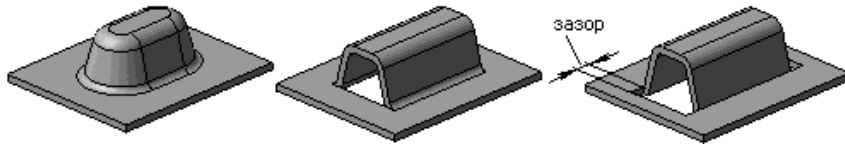

Рис. 7.94. Варианты концов буртика: закрытый, открытый и рубленый
**Конiec буртика** – это часть буртика, соответствующая крайней точке контура в эскизе. Выбранный тип применяется ко всем концам текущего буртика. Доступны следующие варианты: закрытый, открытый и рубленый (рис. 7.94).